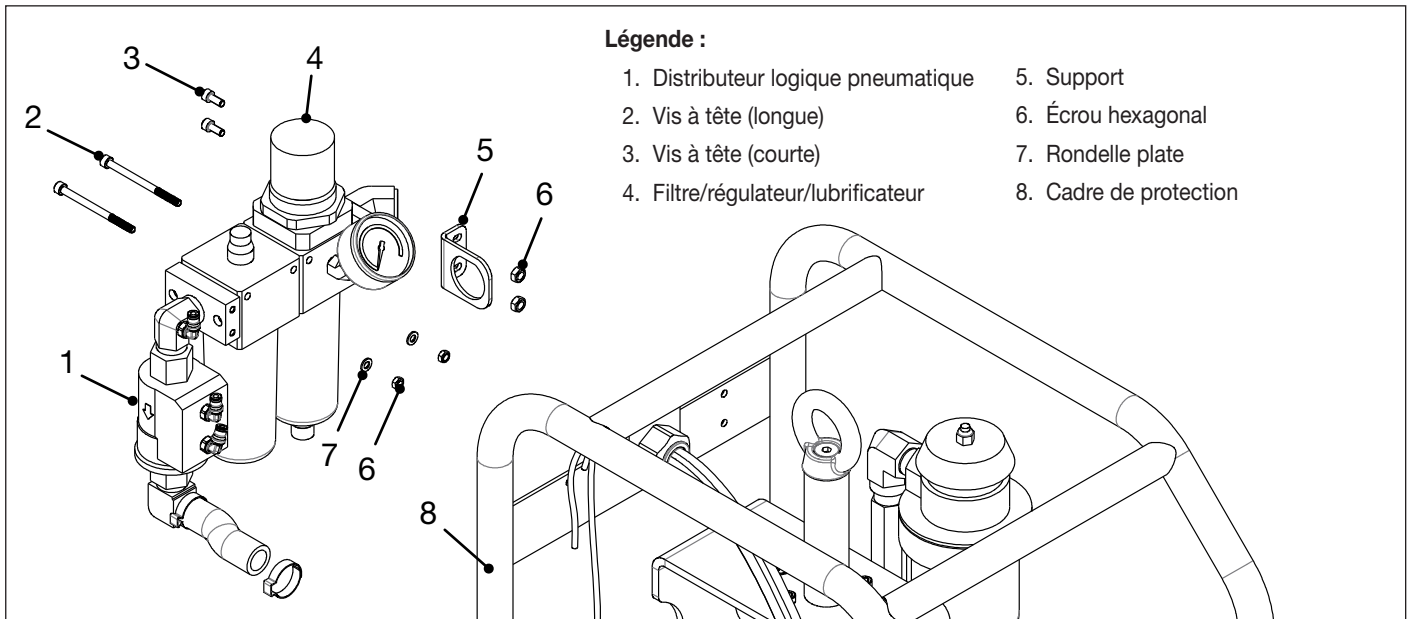

Figure 16 : Filtre/régulateur/lubrificateur, distributeur logique pneumatique et matériel de montage
4. Retirez les deux vis à tête qui fixent le filtre/régulateur/lubrificateur au cadre de protection. Reportez-vous à la Figure 16.
5. Retirez les deux vis à tête qui fixent le support au cadre de protection. Reportez-vous à la Figure 16.
21. Fixez le filtre/régulateur/lubrificateur sur le cadre de protection à l'aide de deux vis, rondelles et écrous hexagonaux. Appliquez du produit d'étanchéité Loctite 243 sur le filetage des vis et serrez selon une valeur comprise entre 6,2 et 7,3 Nm [55 et 65 in-lb]. Reportez-vous à la Figure 16.
22. Fixez le support sur le cadre de protection à l'aide de deux vis et écrous hexagonaux. Appliquez du produit d'étanchéité Loctite 243 sur le filetage des vis et serrez selon une valeur comprise entre 6,2 et 7,3 Nm [55 et 65 in-lb]. Reportez-vous à la Figure 16.